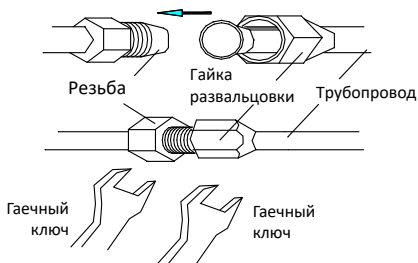

Рис. 10
- Плотно закрутите гайку торсионным гаечным ключом до щелчка (рис. 10).